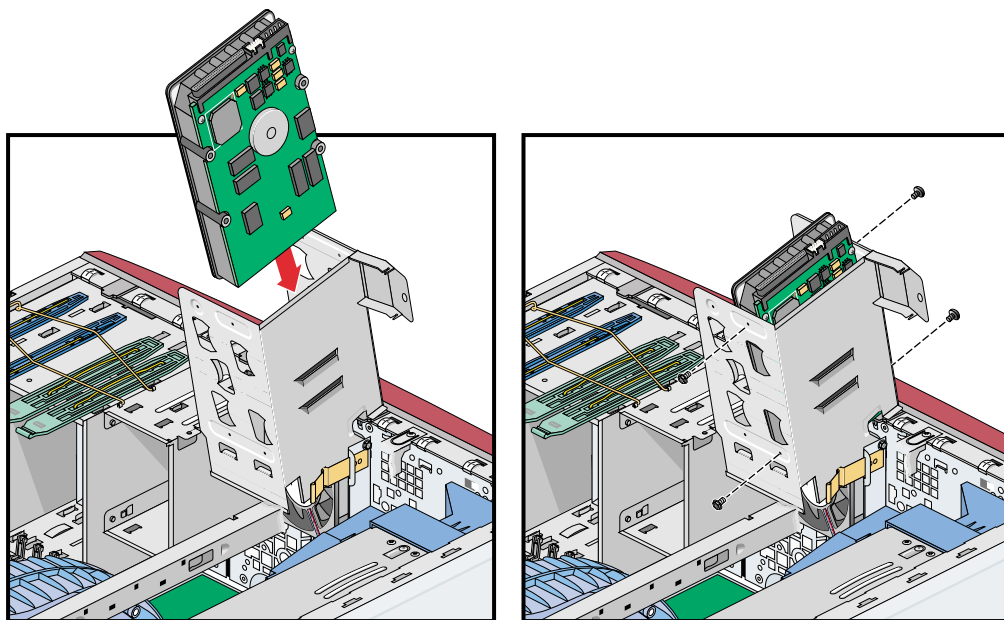

図 4-13 ディスク・ドライブの取付け
3. SCSI ケーブルのコネクタがドライブの背面に向かって左側に来るように、ディスク・ドライブの方向を合わせます。続いて、ドライブ・レールの上に乗るようにディスク・ドライブをドライブ・ケージの中にスライドさせます。図 4-13 を参照してください。
4. ドライブ・ケージの側面の穴をディスク・ドライブの側面の穴に合わせます。続いて、ドライブをドライブ・ケージに固定する 4 本のプラスねじを取付けます。図 4-13 を参照してください。